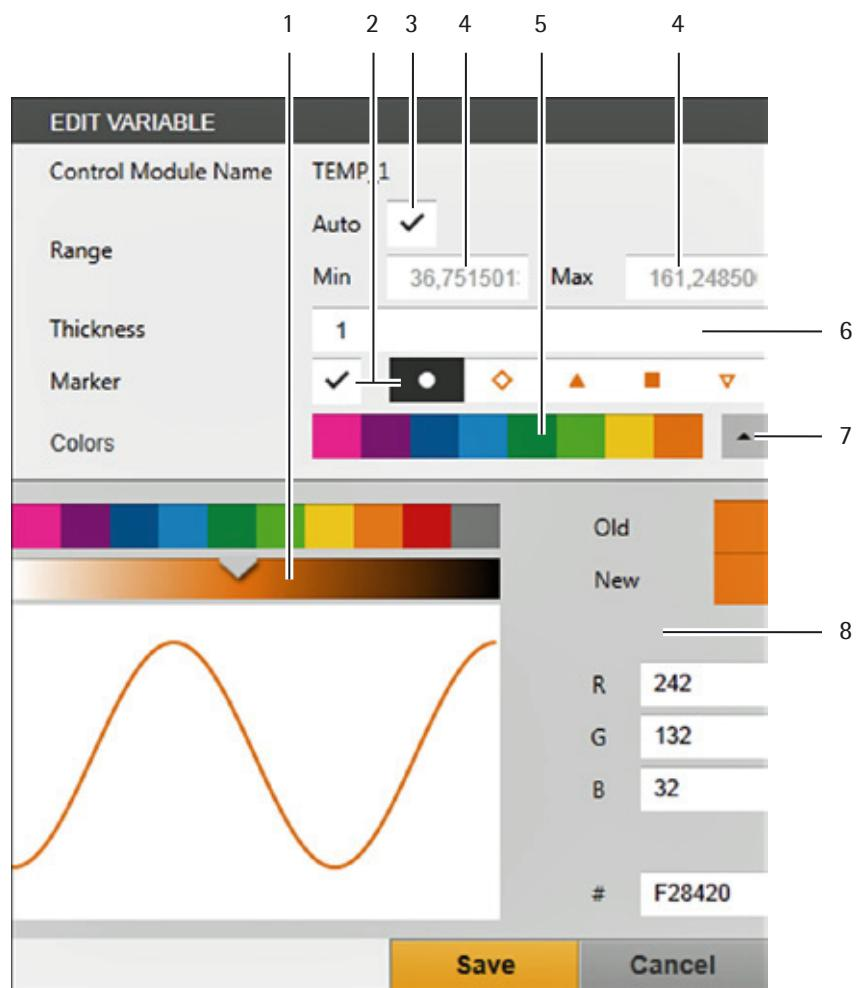

Abb. 6-16: Menü Farbdarstellung, Anzeigebereich Prozesswerte
- 1 Anzeigebereich zwischen maximalem und minimalem Prozesswert (siehe „Abb. 6-16: Menü Farbdarstellung, Anzeigebereich Prozesswerte“, Seite 97)
- 2 Farbdefinition, Darstellung der Prozesswerte (siehe „Abb. 6-16: Menü Farbdarstellung, Anzeigebereich Prozesswerte“, Seite 97)